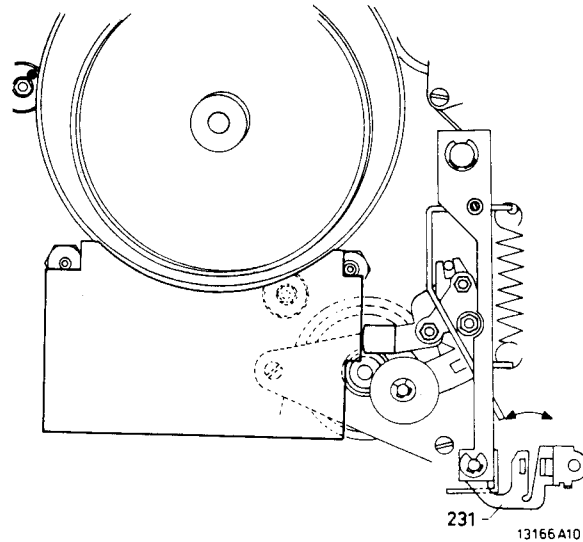

Fig. III-21
- Die Lehre gemäss Abb. III-21 gegen die Cassettenrollenachsen drücken.
- Einstellbar durch Biegen des Bügels 231 (siehe Abb. III-21).